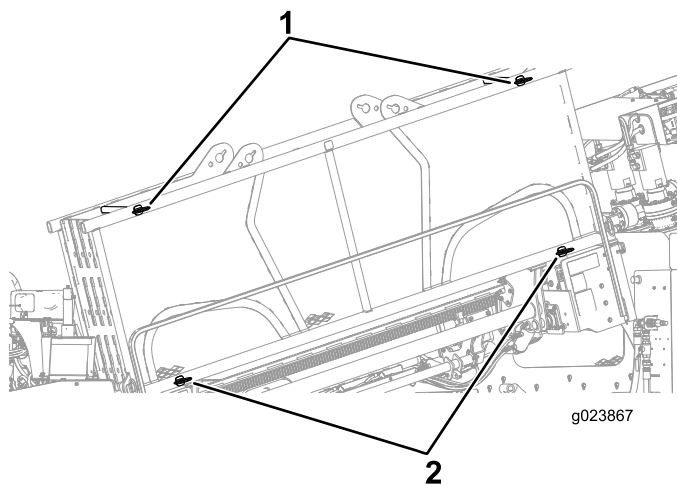

Рисунок 67
1. Убедитесь, что два верхних штифта и два нижних штифта установлены для фиксации трубы в держателе (Рисунок 67).